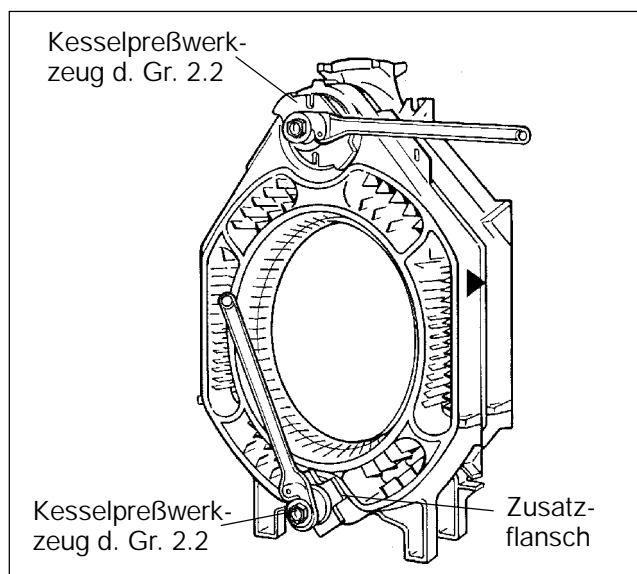

Abb. 13
**Kesselpreßwerkzeug der Größe 2.2 verwenden (Abb. 1, Abb. 13).**
- Eine Zugstange durch die obere und eine durch die untere Nabe des Kessels schieben (Abb. 13).